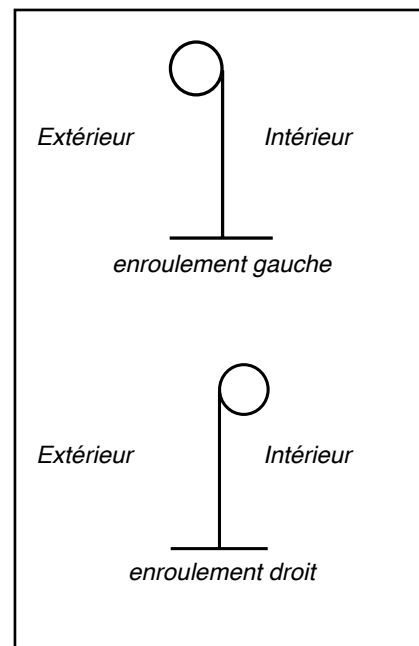

Fig. 4 : Montage en traditionnel
- deux possibilités d'encastrement: enroulement droit et gauche: voir figure 4